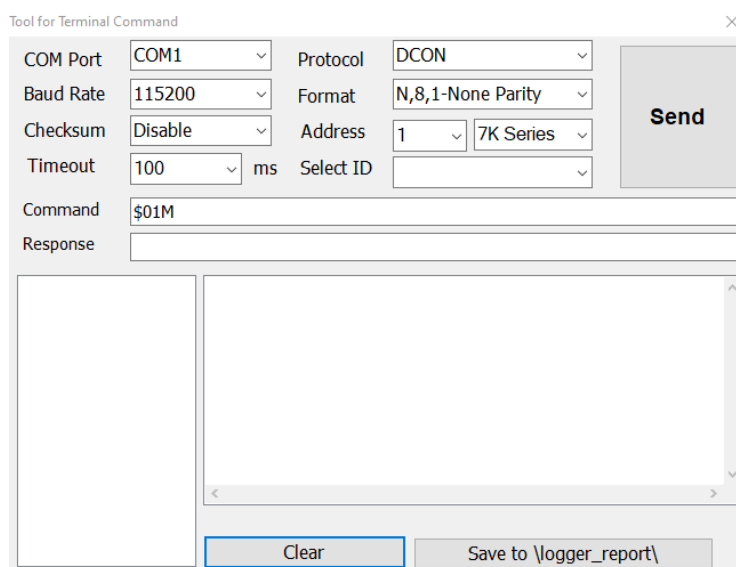

Рис. 4.9. Вікно для завдання команди вимірювання
4.2.4.1. Натиснути кнопку  (*Command Line*), з'явиться вікно для завдання команди на вимірювання сигналу (рис. 4.9).